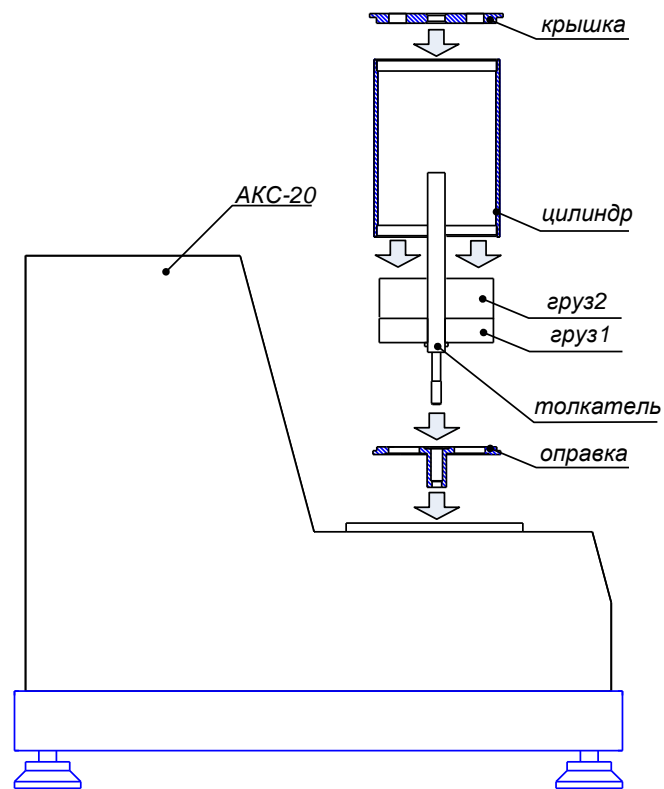

Рисунок 16 – Установка груза 2 на груз 1
10) установите Груз 2 сверху на Груз 1 (см. рисунок 16, страница 21);
- 11) установите Груз 2 сверху на Груз 1 (см. рисунок 16, страница 21);